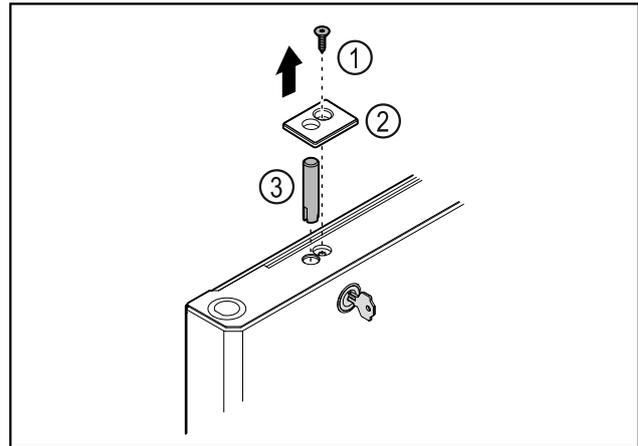

Fig. 38
- ▶ Odstráňte skrutku Fig. 38 (1).
- ▶ Odistite kryt Fig. 38 (2) malým skrutkovačom a odoberte ho.
- ▶ Vytiahnite čap zámku Fig. 38 (3).